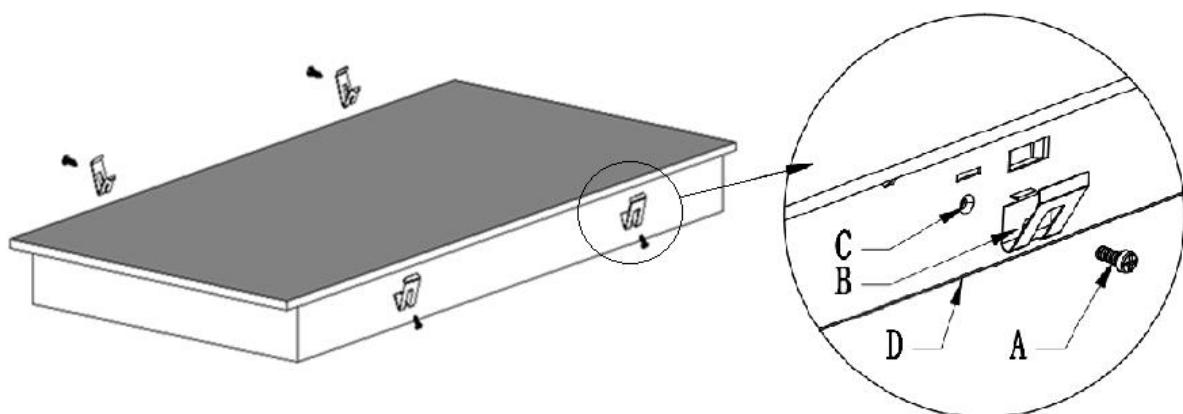

Рисунок 8 – Установка монтажных скоб
4. Установите и закрепите монтажные скобы, как показано на рис. 8. (A – винт, B – скоба, C – резьбовое отверстие, D – корпус варочной панели).